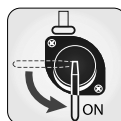

Fig. 2
4. Aprire la valvola del carburante (Fig. 2, posizione "ON").